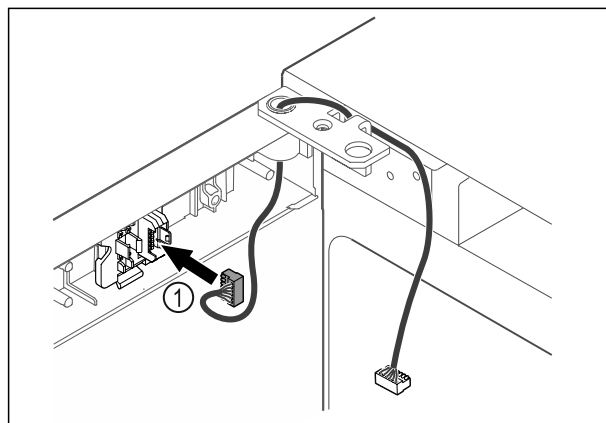

Fig. 40
- Futni spinën Fig. 40 (1) në mbajtësen e spinës.